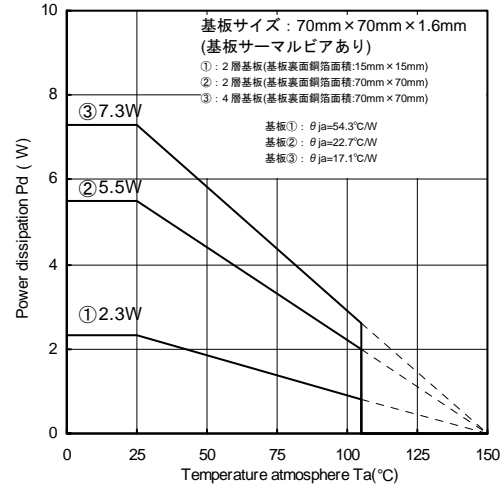

Fig.16(参考データ)
消費電力 Pc(W)の計算方法(Fig.16③ 4層基板時)は次のようになります。
$$\left(\begin{array}{l} \text{Fig.16③} : \theta_{ja} = 17.1^\circ\text{C/W} \rightarrow -58.4\text{mW}/^\circ\text{C} \\ 25^\circ\text{C} = 7.3\text{W} \rightarrow 85^\circ\text{C} = 3.796\text{W} \end{array} \right)$$
Ta=85°Cの時、Fig.16③の条件で、入出力電位差が 5V であれば、約 760mA 出力できる計算になります。